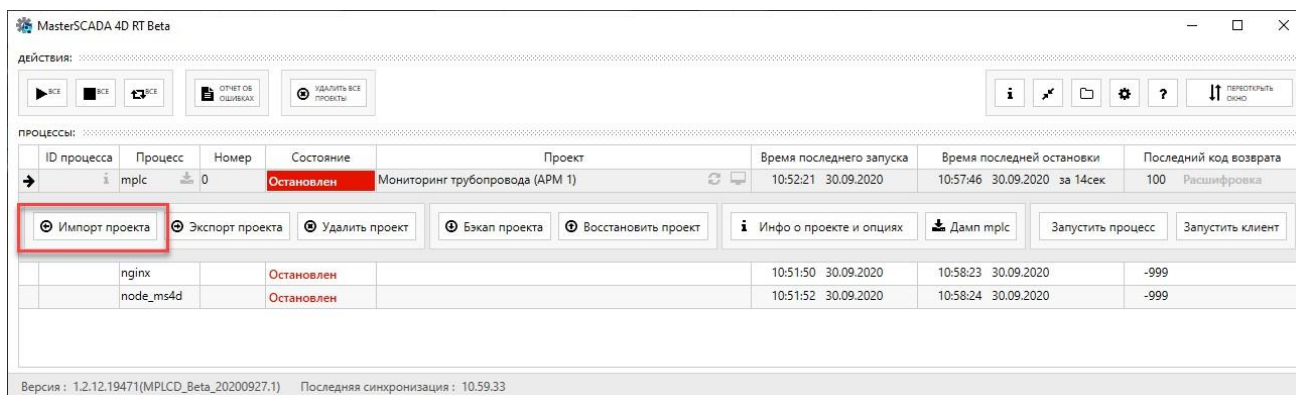

Рисунок 6 — Окно MasterSCADA 4D Monitor
1. Остановите процессы `mrplc` и `nginx` и нажмите на строку процесса `mrplc`. Откроются необходимые дополнительные инструменты (рис. 6).